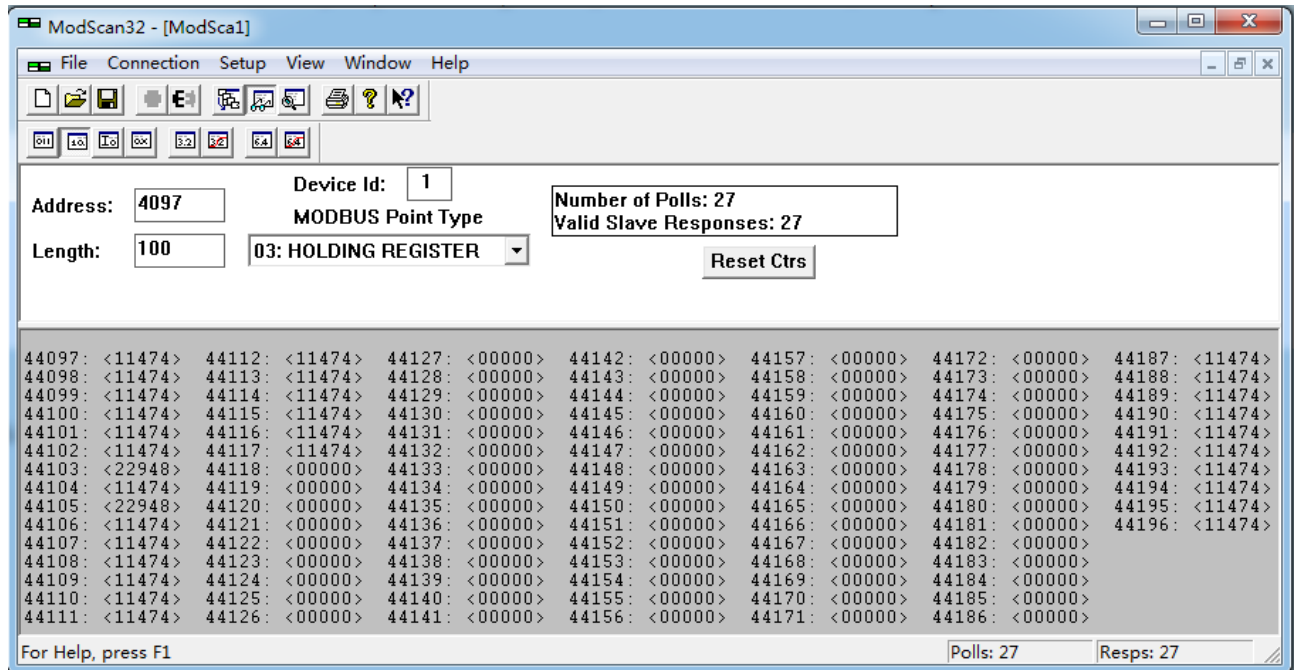

图 2
4. 子窗口数据区显示 404097~404196 的 16 进制数据，其对应于台达 DVP 系列 PLC 的寄存器 D0 到 D100 的数值，如图 2 所示。